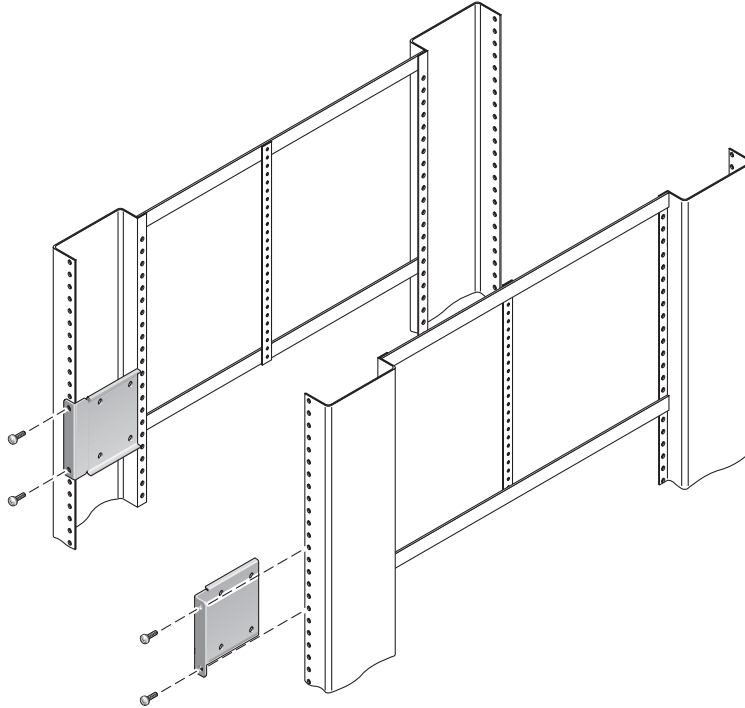

BILD 3-10 Skruva fast de korta monteringskenorna på rackets framsida
7. Placera varje kort monteringskena i önskad position på rackets *framsida* och sätt fast en monteringskena på var sida om rackets främre ben (BILD 3-10).